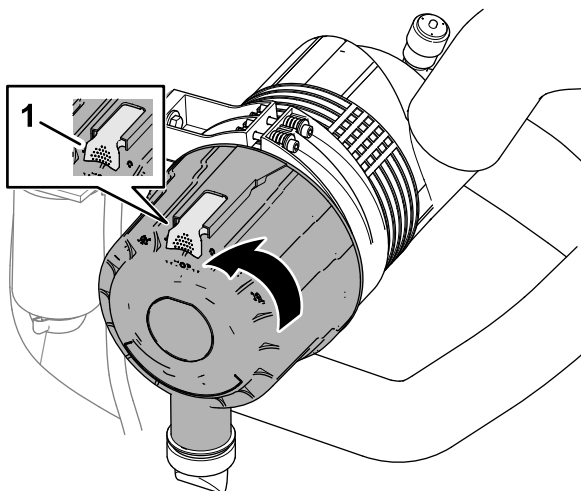

Figure 74
4. Tirez le verrou vers l'extérieur et tournez le couvercle du filtre à air dans le sens antihoraire (Figure 74).